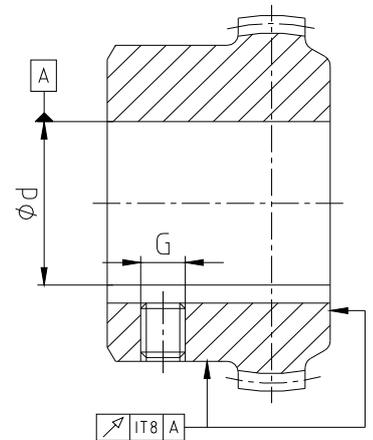

figura 9: Relação de batimento entre as faces e o furo
- Furos feitos em cubos de aço, pelo cliente, devem obedecer a tolerância de batimento. (veja figura 9).